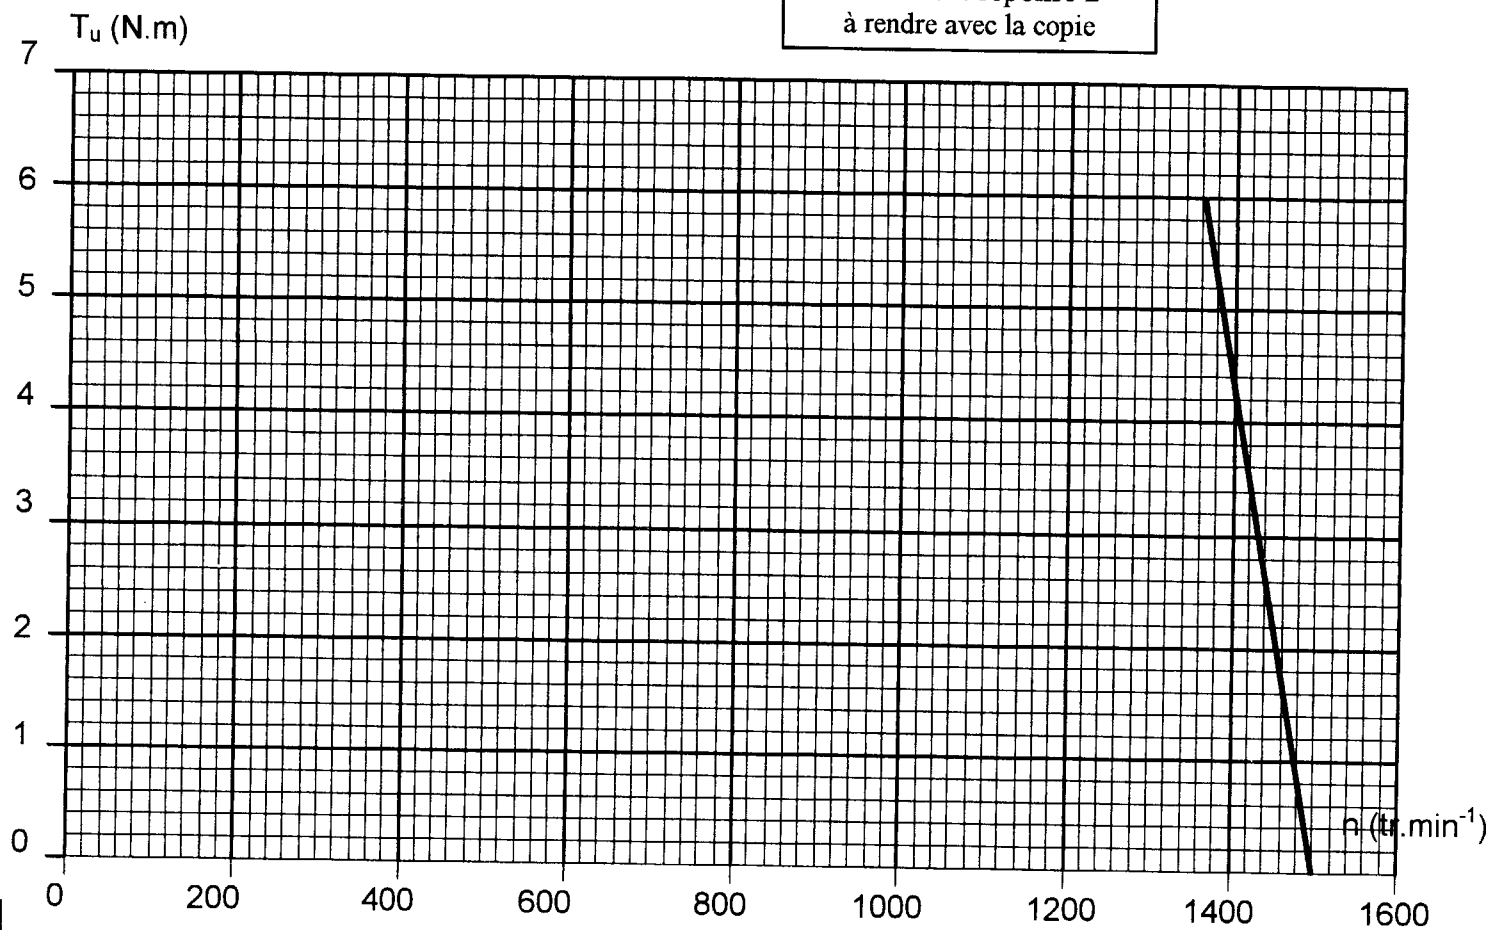

figure 4
4.1. Tracer sur le graphique de la figure 4 du document réponse 2 page 8 la caractéristique mécanique du moteur $T_{u2}(n)$ pour ce réglage de l'onduleur.